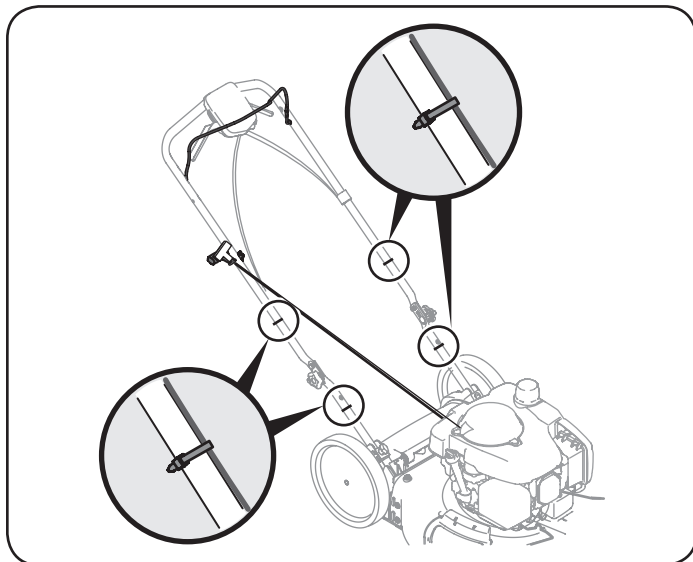

Figura 6
- Utilice abrazaderas de cable proporcionados para asegurar el control de la cuchilla y cables de la unidad a la manija inferior como se muestra en la Figura 6.